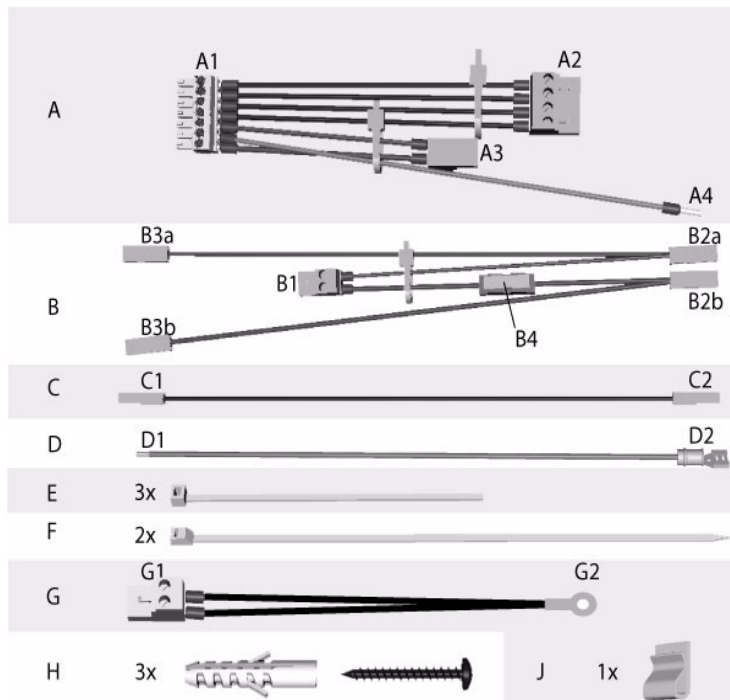

Figura 6 Conteúdo do kit de acessórios
3. Fixe o clipe **J** (*Figura 6*) na parte de trás do gabinete de forma que, mais tarde, os conectores não utilizados do cabo **B** possam ser fixados com este.